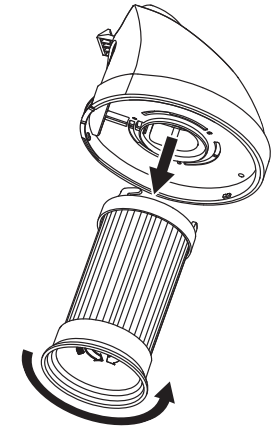

FIG. 21
**Step 2:** Grasp the pleated filter and turn counter clockwise to remove (FIG. 21).
**Paso 2:** Sostenga el filtro plegado y gírelo a la izquierda para retirarlo (FIG. 21).